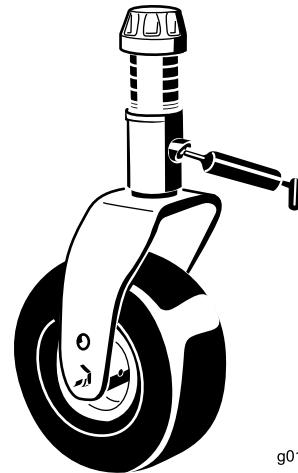

Figura 40
- Casquilhos do eixo da forquilha da roda giratória (2) (Figura 40)